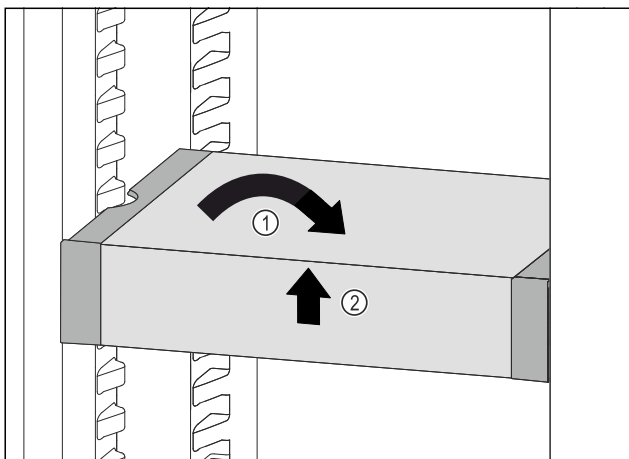

Fig. 49
- ▶ Вирівняти VarioSafe. Fig. 49 (1)
- ▶ Підняти VarioSafe спереду. Fig. 49 (2)